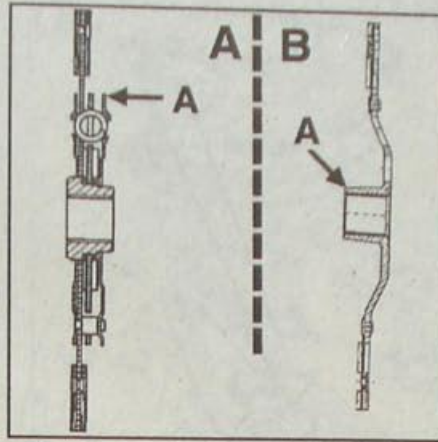

Рис. 5.5. Расположение выступа ступицы (А), которая при установке ведомого диска сцепления должна быть направлена к маховику:
- Установите ведомый диск, при этом выступ (А, рис. 5.5) ступицы должен находиться со стороны маховика.